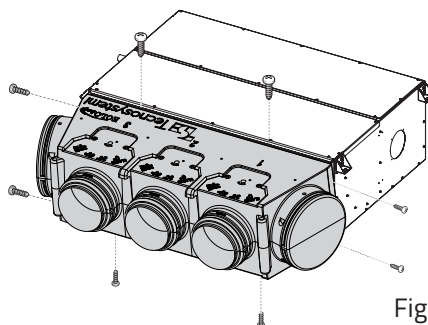

Fig. 9
11. Fissare il plenum alla macchina o con colla o con viti autofilettanti, non di nostra fornitura. Fig. 9
11. *Attach the plenum to the machine using either glue or self-tapping screws (not supplied). Fig. 9*